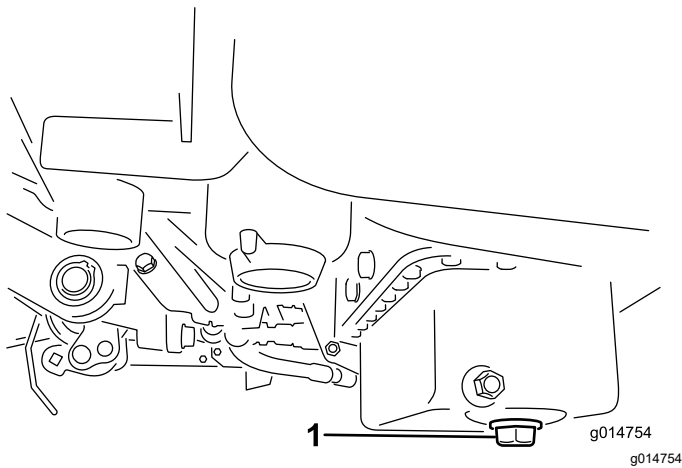

Figura 35
1. Scoateți buonul de golire și lăsați uleiul să curgă într-o tavă de golire. Atunci când uleiul nu mai curge, montați buonul de golire (Figura 35).